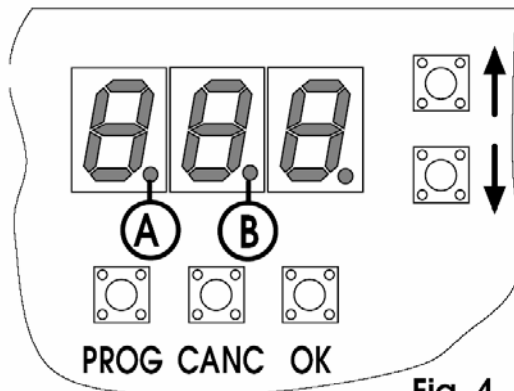

Fig. 4
- Gebruik de toetsen **↑** en **↑** om door de bezette locaties te scannen (hou ingedrukt om de scansnelheid te versnellen). De geassocieerde plaats wordt ook getoond bij elke locatie door de status van de 2 LEDs A en B in **fig.4** (zie functie "2_7")